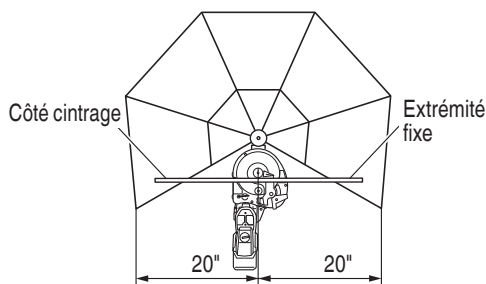

Fig. 50
- (1) Bien installer la protection anti-flèche pour cintrer des barres béton d'une longueur de cintrage et d'une longueur de fixation (dimension intérieure de la protection anti-flèche) égales à 20" moins (Fig. 50)